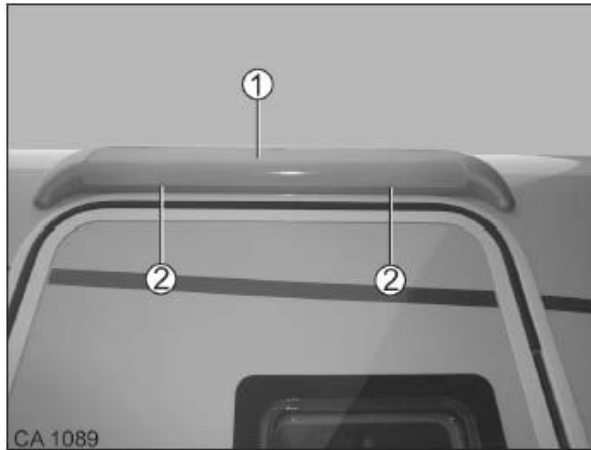

Fig. 184 Éclairage de l'auvent
1. Pour nettoyer le recouvrement : desserrer les clips (Fig. 184/2) et enlever le recouvrement (Fig. 184/1).